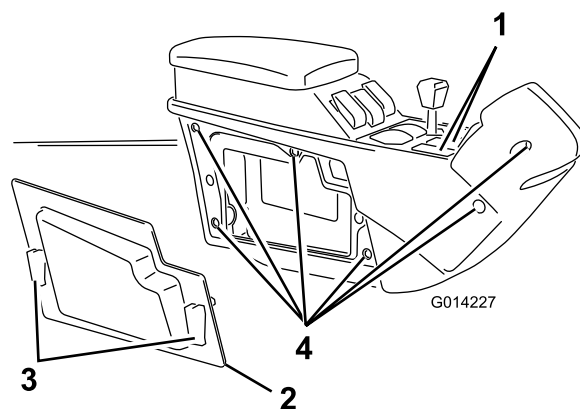

図 27
- 中央コンソール・アセンブリのフォーム・マーカースイッチ用の穴をふさいでいるプラグを（2つ）を打ち抜く（図 27）。
- クイック・ラッチ（2個）を外して、中央コンソール・アセンブリの右側パネルを取り外す（図 27）。
- ボルト（6本）を外して、中央コンソール・アセンブリの右側カバーを取り外す（図 27）。